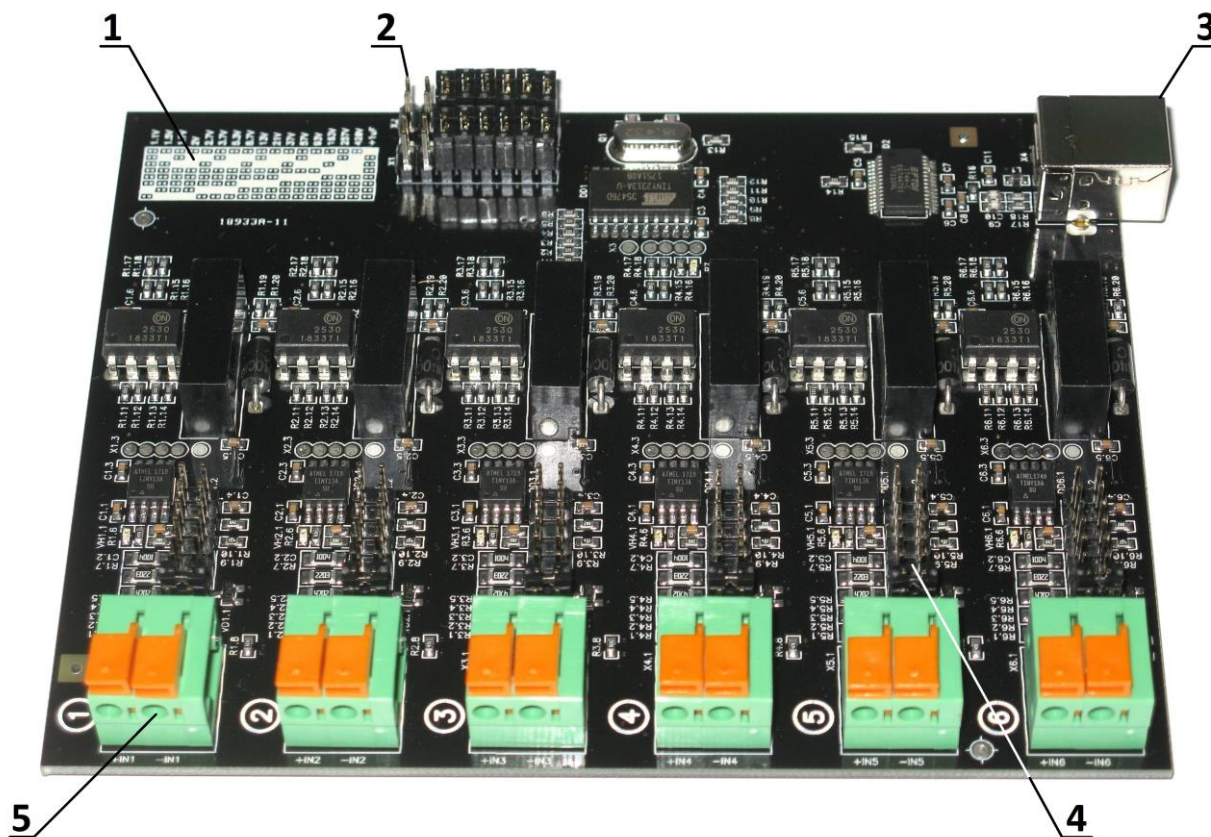

Рисунок 1. Внешний вид Регистратора МРД420.6Г
Регистрируемые сигналы подводятся к Регистратору с помощью пружинных клеммников (Поз. 5, Рисунок 1). Каждый клеммник имеет две клеммы: "+INx" и "-INx", где "x" – номер соответствующего канала Регистратора.
Входные пружинные клеммники (Поз. 5, Рисунок 1) предназначены для подключения однопроволочных (цельнотянутых), а также залуженных или обжатых в трубчатый наконечник многопроволочных проводов. Подключение к клеммникам не залуженных и не обжатых в трубчатые наконечники многопроволочных проводов не допускается.
Для присоединения провода к входному клеммнику, следует вставить зачищенный от изоляции конец провода в соответствующее отверстие клеммника, с должным усилием, до упора. Для отсоединения провода от входного клеммника, следует отжать подходящим инструментом оранжевый замок клеммника (см. Рисунок 1) и вынуть провод из клеммника.
4.  Не переключайте коэффициенты деления входных делителей каналов Регистратора (Поз. 4, Рисунок 1) при поданном напряжении на входные цепи Регистратора. Это может привести к поражению электрическим током, пожару или выходу прибора из строя.
Таблица комбинаций переключателей и соответствующих им коэффициентов деления входных делителей нанесена на плату Регистратора (Поз. 1, Рисунок 1), а также приведена в Таблице 4 настоящего Документа.
Переключки ("джамперы"), не используемые в данный момент времени, следует устанавливать в "хранилище" переключек (Поз. 2, Рисунок 1). Таким образом, гарантируется их сохранность, и готовность к использованию в любой момент времени.